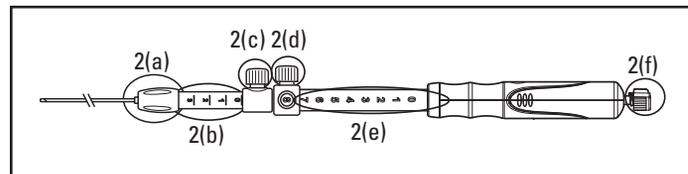

Figura 2.
2. Compruebe que la aguja esté totalmente retraída y que su bloqueo de ajuste (figura 2(d)) esté fijado en la posición cero (figura 2(e)).
3. Determine la longitud adecuada de la vaina respecto a la del ecoendoscopio. Utilice el bloqueo de ajuste de la vaina (figura 2(c)) para establecer la longitud deseada de la vaina y fijarla en su posición. Gire el bloqueo de ajuste de la vaina hacia la derecha para fijar la vaina en su posición. El extremo distal de la vaina debe ser visible en la imagen endoscópica.
Nota: los números de referencia y las marcas en el indicador de ajuste de la vaina (figura 2(b)) solo se muestran como orientación.
6. Siga haciendo avanzar el dispositivo hasta que salga del ecoendoscopio y la vaina se pueda ver en la imagen endoscópica. Gire la conexión Luer (figura 2(a)) hacia la derecha para apretarla y acoplar el dispositivo al puerto del canal de trabajo del ecoendoscopio.
Nota: si es necesario ajustar la longitud de la vaina, afloje el bloqueo de ajuste de la vaina (figura 2(c)) y vuelva a colocarlo con el punto de referencia adecuado.
8. Ajuste la profundidad de penetración de la aguja a la posición deseada mediante el bloqueo de ajuste de la aguja (figura 2(d)). Para controlar la profundidad de la penetración de la aguja en el objetivo, gire el mando hacia la izquierda para aflojar el bloqueo de ajuste de la aguja. Alinee el bloqueo de ajuste de la aguja con el número de referencia adecuado en el mango del dispositivo. Para fijarlo, gire el bloqueo de ajuste de la aguja hacia la derecha.
Nota: los números de referencia del indicador de profundidad de la aguja (figura 2(e)) solo se muestran como orientación. Los números de referencia representan la extensión de la aguja (en centímetros) cuando el dispositivo está en posición recta.
10. Extraiga el estilete (figura 2(f)) del puerto de aspiración del dispositivo aflojando y tirando suavemente de este para sacarlo del mango del dispositivo.
Nota: el estilete se puede enrollar y sujetar mediante el mecanismo de presilla de la tapa del estilete (figura 2(f)). El estilete debe guardarse para realizar introducciones adicionales de la aguja durante un mismo procedimiento.